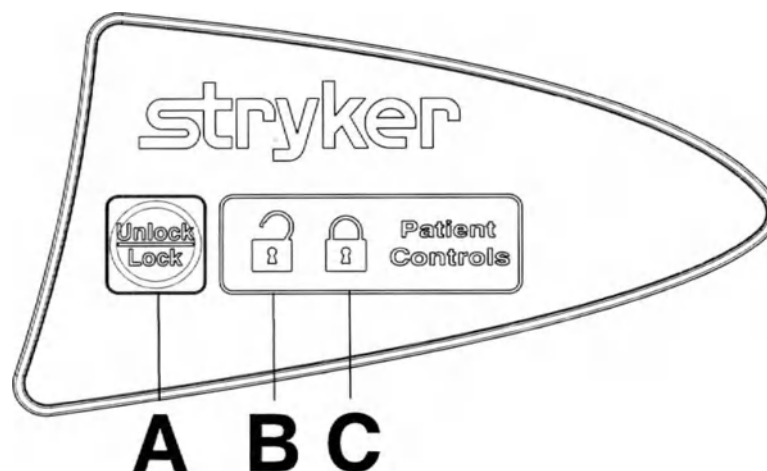

Рисунок 14 – Блокировка пульта управления пациента
Чтобы заблокировать пульт управления пациента, расположенный на боковине, нажмите на кнопку **Unlock/Lock** (Освободить/Заблокировать) (A) один раз (Рисунок 14).